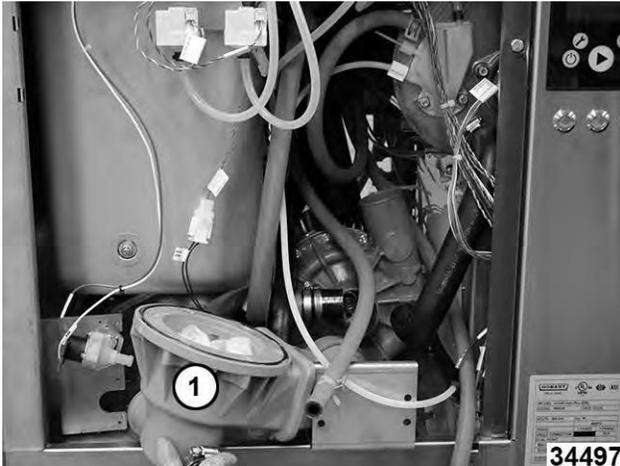

Fig. 97
19. Retire el conjunto del drenaje (1, Fig. 97) de la parte frontal de la máquina.